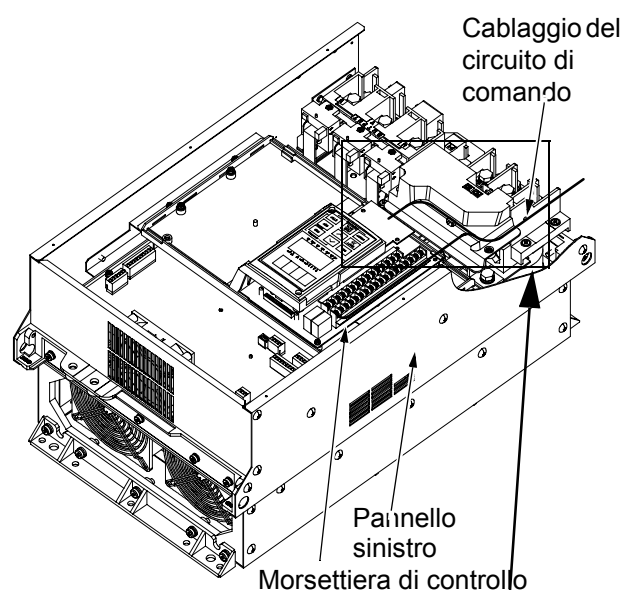

Figure 2-3-12 Percorso dei cavi del circuito di controllo
1. Per i cavi del circuito di controllo, scegliere il percorso indicato in Fig. 2-3-12 lungo il pannello sinistro.